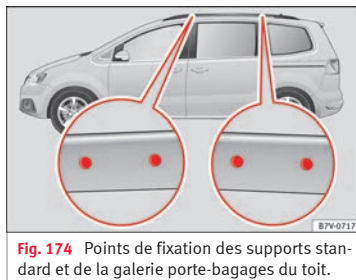

Fig. 174 Points de fixation des supports standard et de la galerie porte-bagages du toit.
Les orifices de positionnement se trouvent sur le côté intérieur des barres latérales du toit » **fig. 174**.
- Le support standard doit être fixé uniquement aux points indiqués sur l'illustration » **fig. 174**.